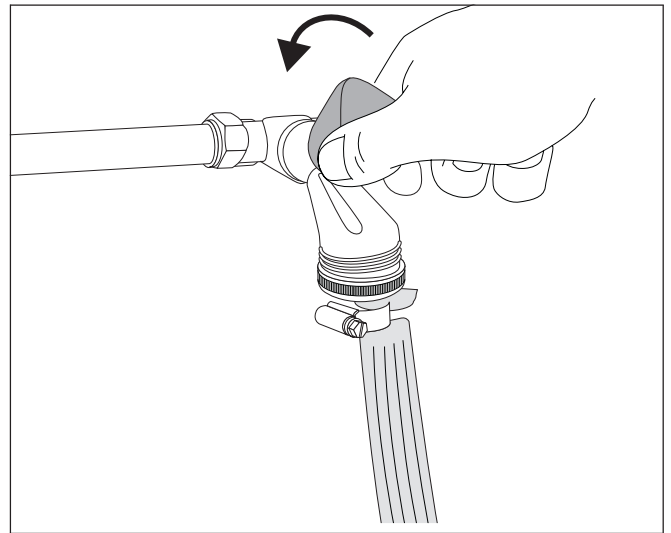

Fig. 13 Aprire il rubinetto dell'acqua e riempire l'impianto di riscaldamento
- Aprire con attenzione il rubinetto dell'acqua e riempire lentamente l'impianto di riscaldamento (fig. 13).